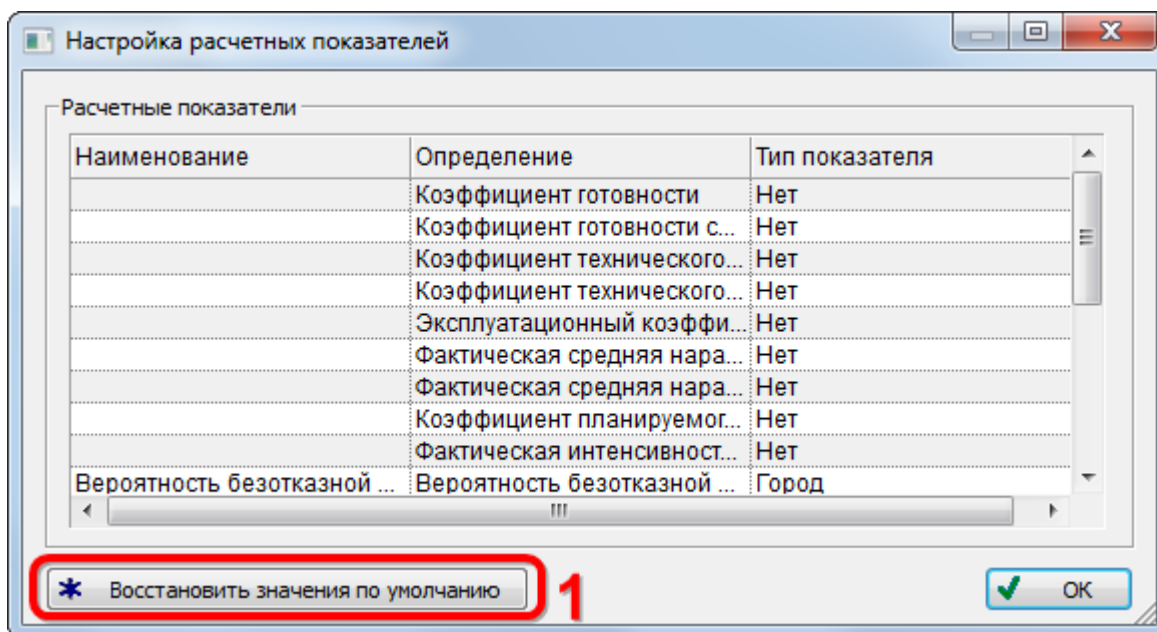

Рис. 29-2 – Диалоговое окно «Настройка расчетных показателей»
3) В результате откроется диалоговое окно «Настройка расчетных показателей» (рис. 29-2).
4) Для загрузки значений показателей по умолчанию (колонка «Наименование») нажать кнопку «Восстановить значения по умолчанию» (1 на рис. 29-2).